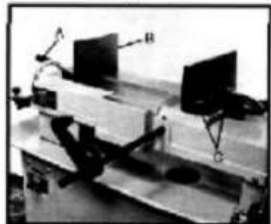

Fig.7
1. Ta bort bultenheter (C.Fig.7)
2. Placera skruvstäd och återinstallera bultenheterna enligt bilden i Fig. 7.